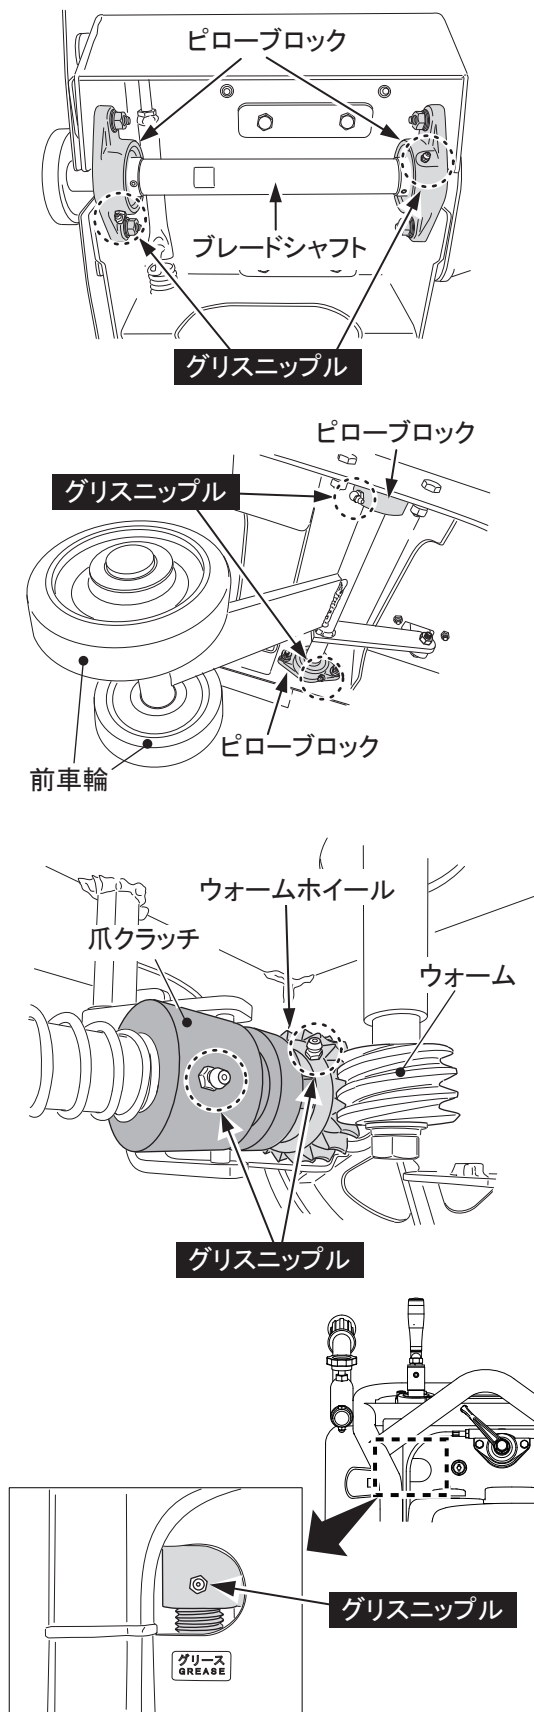

図 44
- 昇降軸インナー、ピローブロック、ウォームホイールにグリスを給脂してください。(図44)